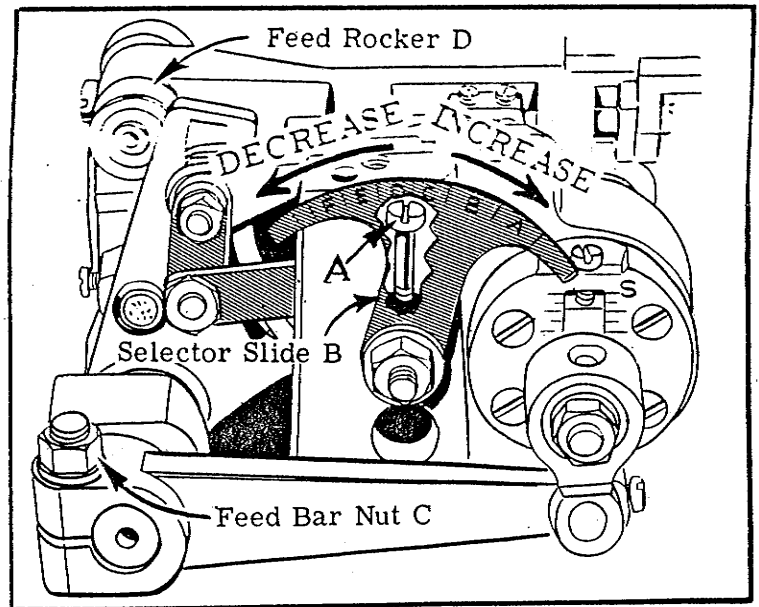

Fig. 29
Fig. 29 La relación transporte diferencial en la 57800 es ajustada aflojando el tornillo (A) y moviendo el cursor selector (B) hacia la posición deseada. El tornillo y el registro selector son accesibles a través de la parte superior de la tapa en el lazo izquierdo. Moviendo el registro selector de los dientes de alimentación (B) hacia la parte delantera aumenta la cantidad de diferencial y moviéndolo hacia atrás de los dientes principales en la 57800 es realizado aflojando la tuerca (C) y moviendo el brazo oscilador de los dientes (D) según sea requerido. Apriete de nuevo el tornillo (A).